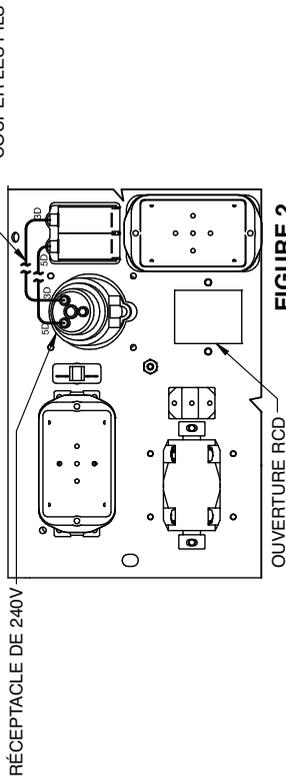

FIGURE 2
4. REPÉRER LES FILS 3D ET 5D (VOIR LA FIGURE 2). COUPER LES DEUX FILS COMME SUR L'ILLUSTRATION.